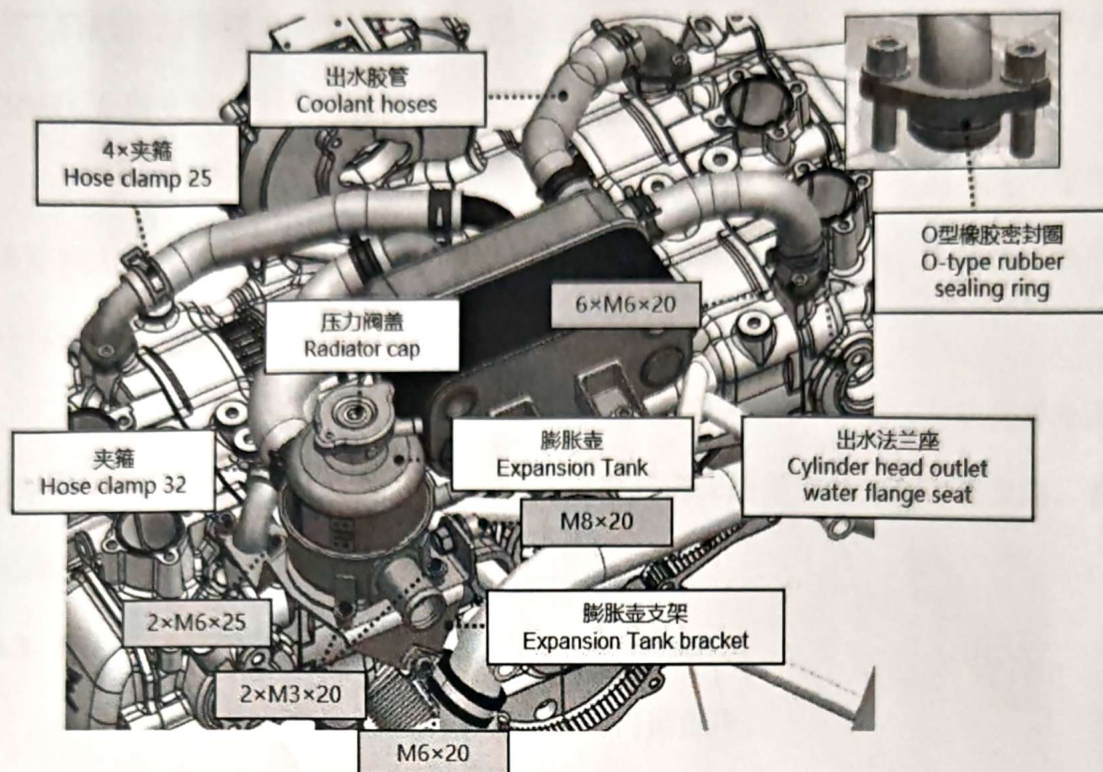

图 2 C145HT-VIA 及其同类型电喷发动机结构示意图
2) C145HT-VIA 及其同类型电喷发动机（结构示意图见下图 2）: